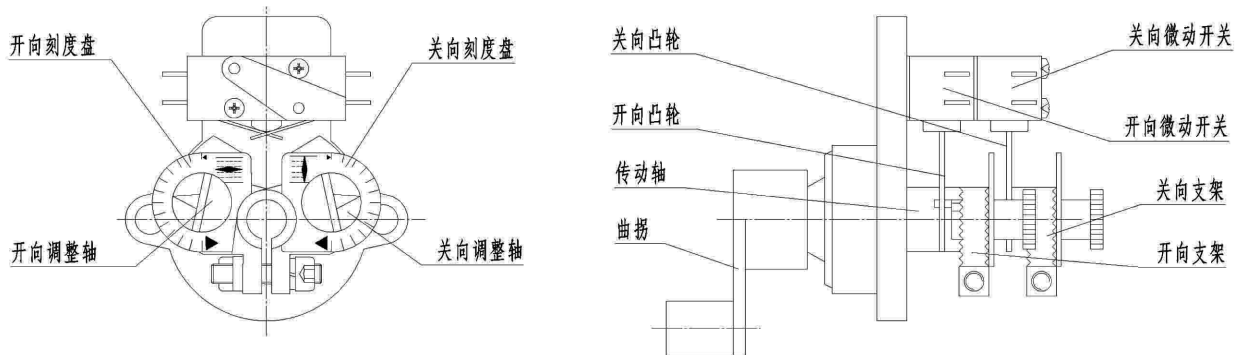
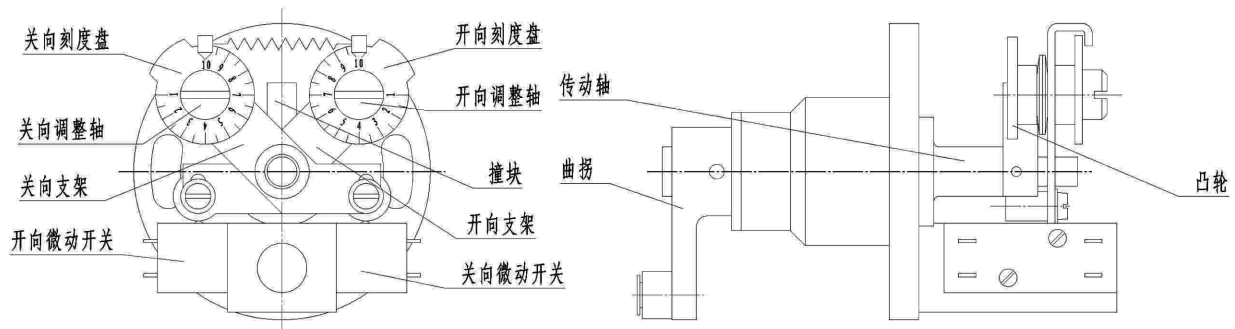

图 5 户外型力矩控制机构
图 6 隔爆型力矩控制机构
5.3 力矩控制机构：结构见图 5、图 6。当输出轴上受到一定转矩后，蜗杆除旋转外还产生轴向位移，带动曲拐，曲拐直接（或通过撞块）带动支架产生角位移。当输出轴上的转矩增大到整定转矩时，则支架产生的位移量使微动开关动作，从而切断电机电源，电动机停转。以此实现对电动装置输出转矩的控制，达到保护电动阀门的目的。
7.1 力矩控制机构的调整（参见图 5、图 6）